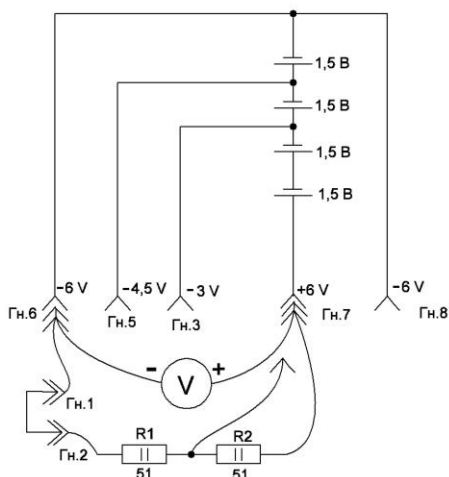
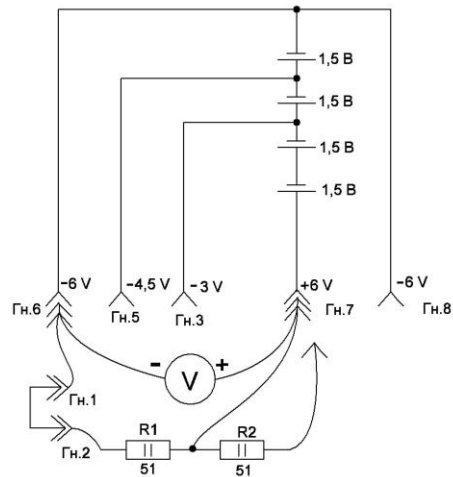
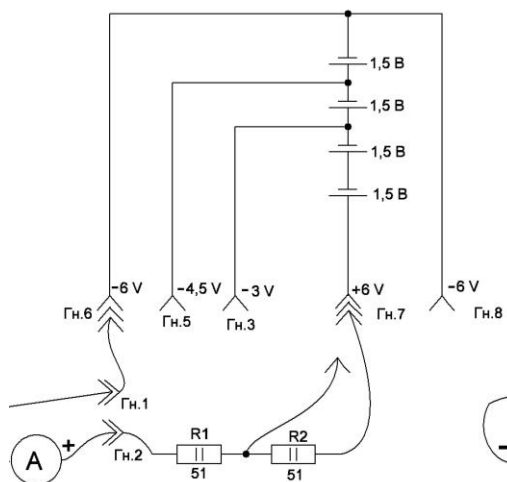

Рис. 2
Рис. 3
Рис. 4
Де **I** – сила струму в колі, яка вимірюється амперметром (мультиметром в режимі DCA) в схемах приведених на **рис. 4** і **рис 5**.
Виконавши два вимірювання напруги (**рис. 2** і **рис. 3**) і сили струму (**рис. 4** і **рис. 4**) при зміні навантаження кола, одержимо систему рівнянь, звідки і отримаємо **r**
3. Виміряти вольтметром (мультиметром) напругу від джерела живлення, згідно заданого варіанту, тобто ± 3 В, $\pm 4,5$ В, ± 6 В. з підключеним навантаженням 102 Ом (два резистори по 51 Ом ввімкнені послідовно) і отримати значення напруги U_1 (схема рис. 2).
навантаженням 51 Ом (один резистор на 51 Ом) і отримати значення напруги U_2 (схема рис. 3).
5. Виміряти амперметром (мультиметром) струм від джерела живлення, згідно заданого варіанту, тобто ± 3 В, $\pm 4,5$ В, ± 6 В. з підключеним навантаженням 102 Ом (два резистори по 51 Ом ввімкнені послідовно) і отримати значення напруги I_1 (схема рис. 4).